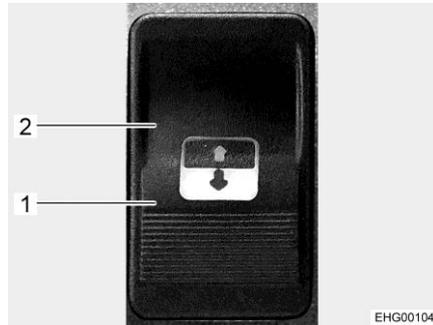

Bild 123 Bedientaste
Die Bedientaste (Bild 123) ist neben dem elektrischen Schiebedach an der Fahrzeugdecke angebracht
- Öffnen:** ■ Bedientaste auf der Seite mit dem Öffnen-Symbol (Bild 123,1) drücken, bis das Schiebedach in der gewünschten Position steht.
- Schließen:** ■ Bedientaste auf der Seite mit dem Schließen-Symbol (Bild 123,2) drücken.
- Bedientaste auf der Seite mit dem Schließen-Symbol (Bild 123,2) drücken, bis sich das Schiebedach so weit wie möglich geschlossen hat.